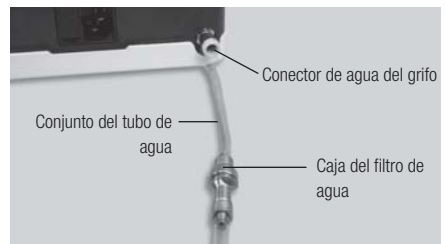

Fig.6
- 2) Conecte el lado del filtro del tubo de agua profundamente en el conector de agua del grifo de la unidad de control. (Fig.6)